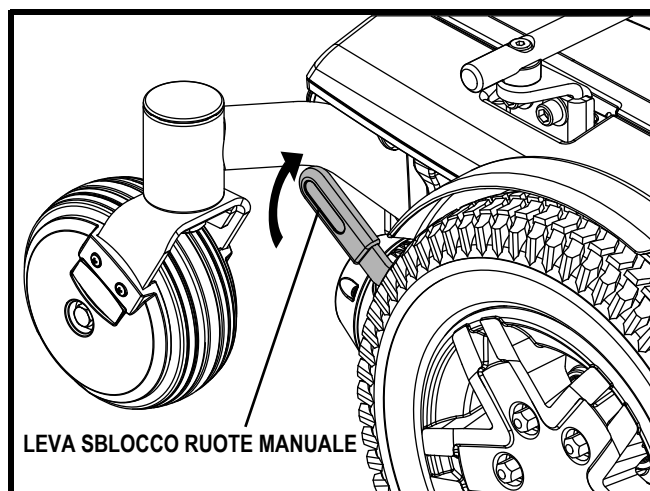

Figura 9. Modalità di guida (Trazione attivata)
2. Tirare su le due leve di sblocco ruote per guidare (motore guida attivato). Vedere la figura 9.